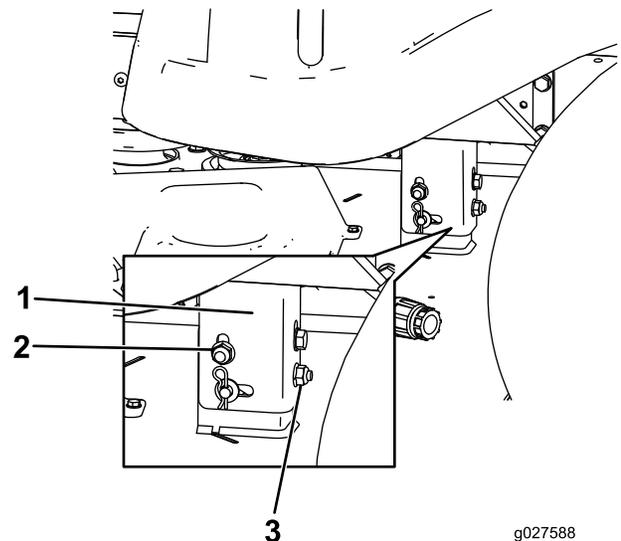

図 53
- 後部ナットを回転させてデッキの左側の高さを調整する 図 53。
注 後部ナットを右に回すとデッキが上昇し、左へ回すと下降します 図 53。